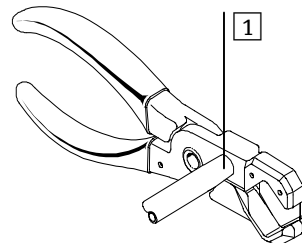

Bild 2 / Fig. 2
- Press the end of the tube with short rotary movements into the conical bore (1 in Fig. 2). The ends of the tubing will then be chamfered.
- Tryck rörets ände med korta vridrörelser i det koniska hålet (1) på bild 2).